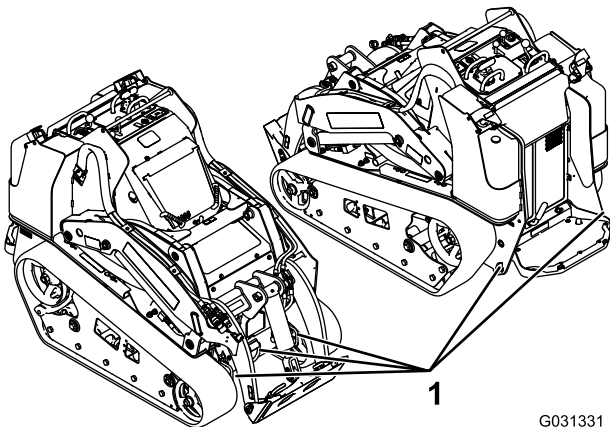

Figura 29
8. Utilize os pontos de fixação de metal na máquina para prendê-la com segurança ao atrelado ou camião com cintas, correntes, cabo ou cordas (Figura 29). Consulte os regulamentos locais para obter os requisitos de fixação.
Pode levantar a máquina utilizando os pontos de fixação como pontos de elevação; consulte a Figura 29.